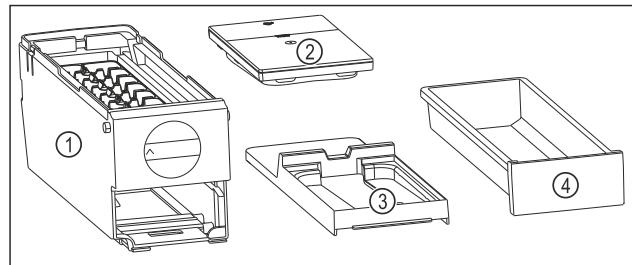

Fig. 89 Componente ale EasyTwist-Ice
- Dezasamblați EasyTwist-Ice numai în componentele ilustrate. (vezi Fig. 89)
- Curătați corpul EasyTwist-Ice Fig. 89 (1) ca un întreg.
- ▷ EasyTwist-Ice estedezasamblat în patru piese. (vezi Fig. 89)